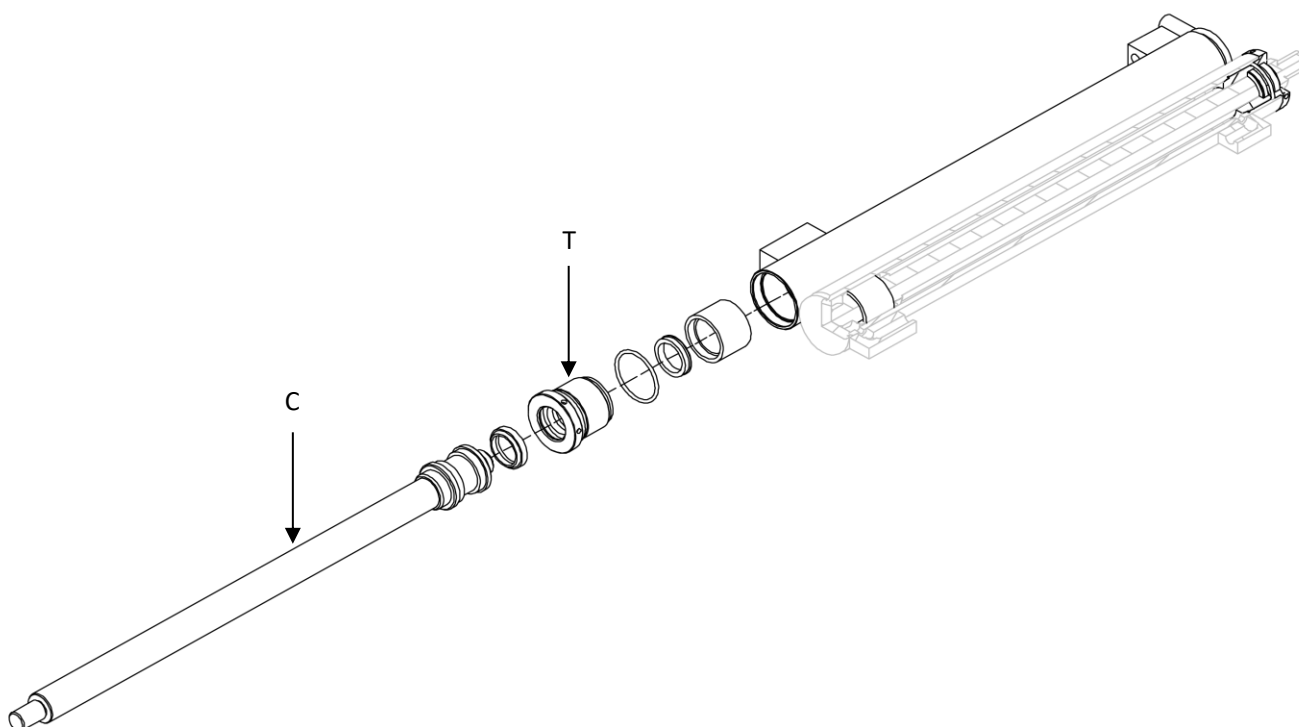

Figure 27
8. Se référer à la *Figure 27*.